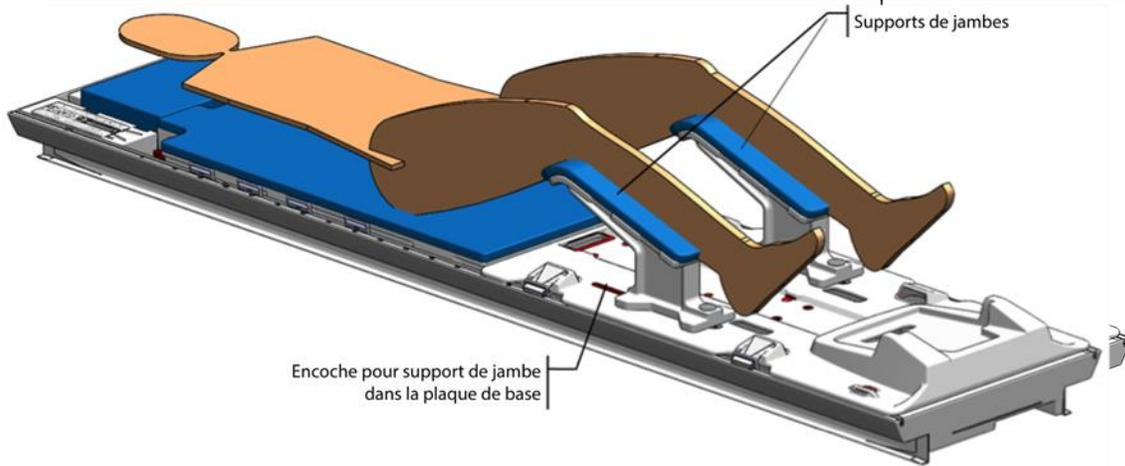

Figure 30 : Position des supports de jambes sur la plaque de base
- d. Soutenez les jambes du patient et régler les deux supports de jambes le long des fentes de la plaque de base, en fonction de la position du patient (*Figure 30*).